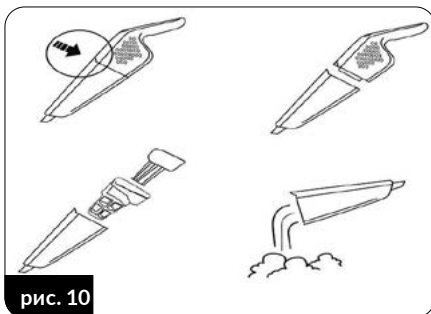

рис. 10
6. Переконайтеся, що контейнер для пилу (12) завжди заповнений. Переповнений контейнер знижує ефективність пилососа, збільшує споживання енергії та призводить до швидкого забруднення фільтрів. Щоб спорожнити контейнер для пилу, вимкніть пилосос, знявши
його з основної ручки, за допомогою кнопки (8), звільніть контейнер для пилу (12) від пилося, витягніть HEPA-фільтр (10) і корпус фільтра (11) з контейнера. Висипте вміст контейнера у відро для сміття (рис. 10).